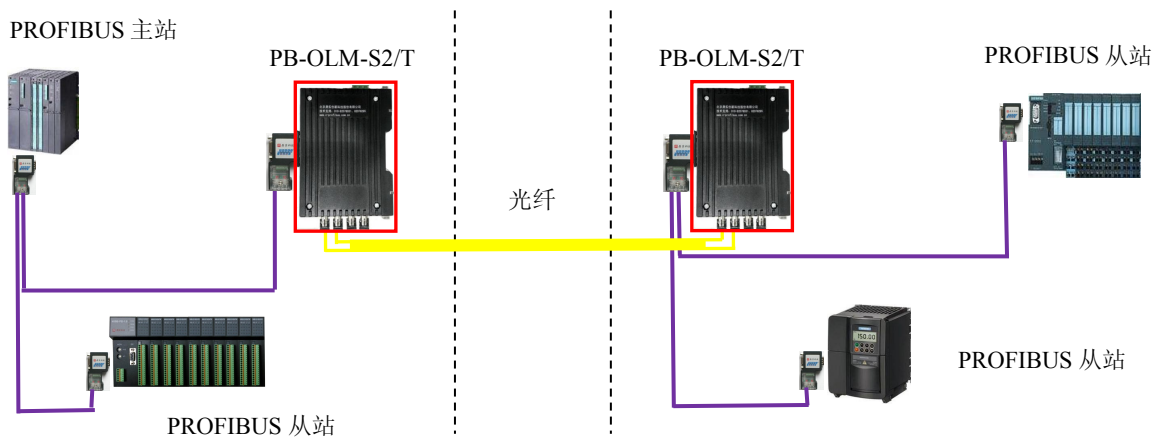

图 1-1、点对点连接——PROFIBUS 主从通讯
在工业现场中, PB-OLM-S2/T (C) 可用于多种场合, 其中包括普通 PROFIBUS 主从设备之间的通讯、PC 机 (CP5611 卡) 与 PLC 的通讯、PROFIBUS 冗余系统的通讯等。光纤的组网方式可选择双纤 (采用两根光纤进行信号的接收和发送) 或单纤 (在一根光纤上进行信号的接收和发送)。网络连接方式包括点对点、级联等。常见通讯方式如下图 1-1、1-2、1-3、1-4、1-5、1-6 所示。